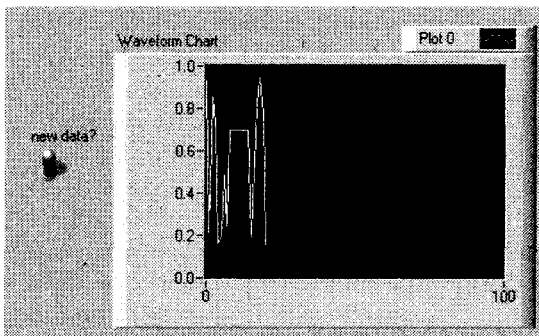

Рис. 13.26
1. Создайте простой ВП **Chart.vi**, как показано на рис. 13.26.